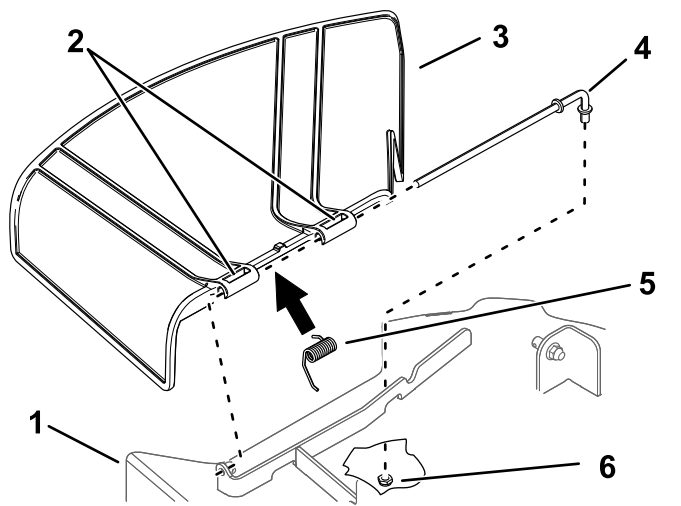

Figure 74
1. Retirez l'écrou ($\frac{3}{8}$ ") de la tige, sous le plateau de coupe (Figure 74).
2. Sortez la tige du support du plateau, du ressort et du déflecteur d'herbe (Figure 74).
4. Montez le nouveau déflecteur d'herbe (Figure 74).
7. Insérez la tige dans le second pivot du déflecteur d'herbe (Figure 74).
9. Fixez l'extrémité arrière de la tige dans le plateau de coupe à l'aide d'un écrou (3/8"), comme montré à la Figure 74.